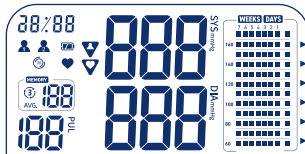

Bild 1
- Schalten Sie das Gerät durch Drücken der Start/Stopp-Taste ein. Die Display-Komplettanzeige wird sichtbar (Bild 1).